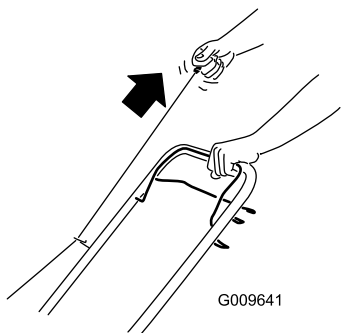

Figura 11
2. Tirate l'avviatore autoavvolgente (Figura 11)
Nota: Quando utilizzate l'avviatore autoavvolgente, tiratelo leggermente fino ad avvertire una certa resistenza, poi date uno strappo (Figura 11). Lasciate che il cordino si riavvolga nell'avviatore lentamente.